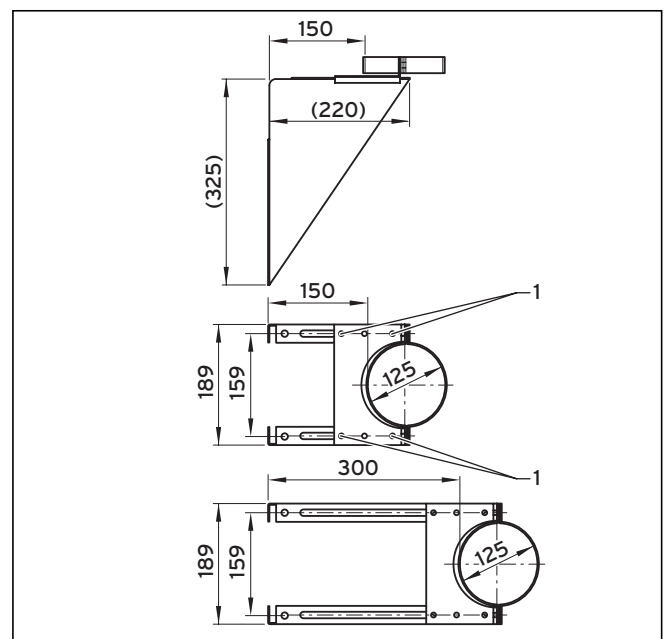

Abb. 4.70 Montage der Wandkonsole
- Stellen Sie den gewünschten Wandabstand ein und ziehen Sie die 4 Schrauben (1, → Abb. 4.70) in montierbarer Position fest.